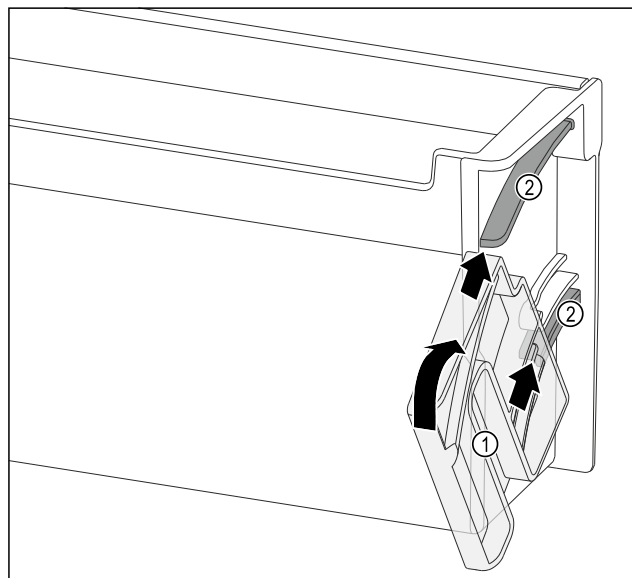

Fig. 146
- Okretnu jedinicu Fig. 146 (1) pozicionirajte tako da su otvori točno nasuprot vodećih kanala Fig. 146 (2) police u vratima.
- Okrenite okretnu jedinicu Fig. 146 (1) u navedenom smjeru.